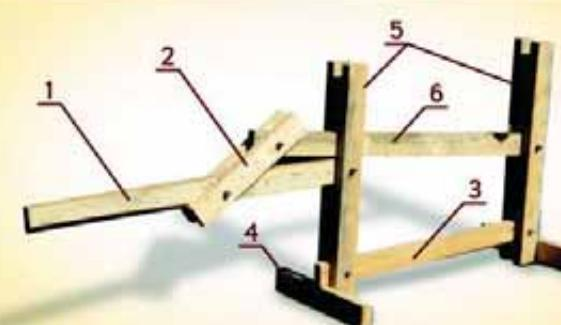

рис. 1
Деревянные детали пресс-станка (рис. 1)
4. Устанавливаем цилиндр с материалом-сырьем между продольным основанием пресса (3, рис.1) и продольным плечом ручки пресса (6, рис.1). И потихоньку надавливаем ручку пресса (1, рис.1). Таким образом, мы прессуем материал-сырец.